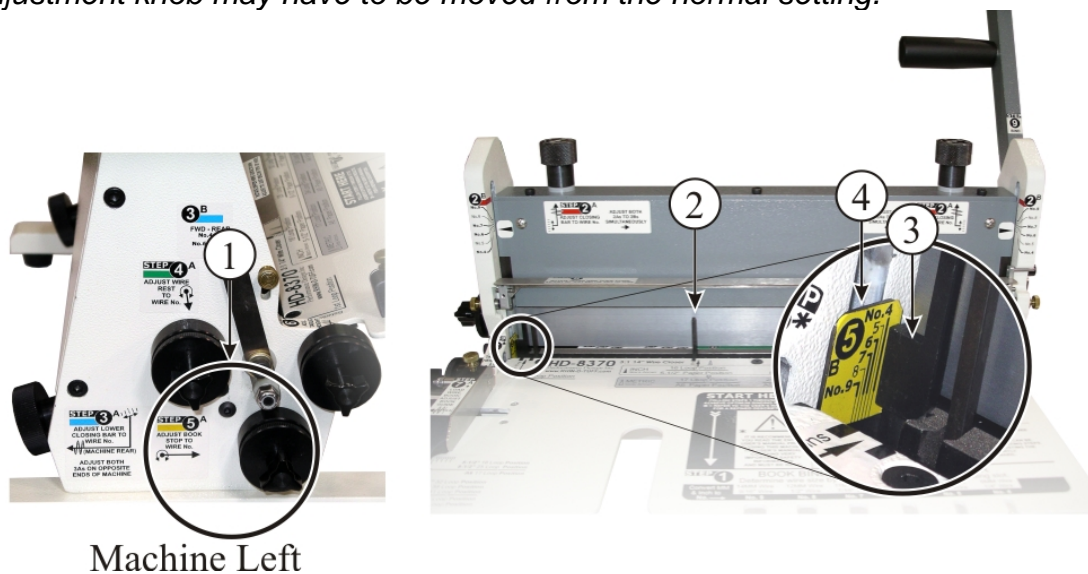

Fig. 5
STEP 5A & 5B YELLOW, Adjust Book Stop: See Figure 5.